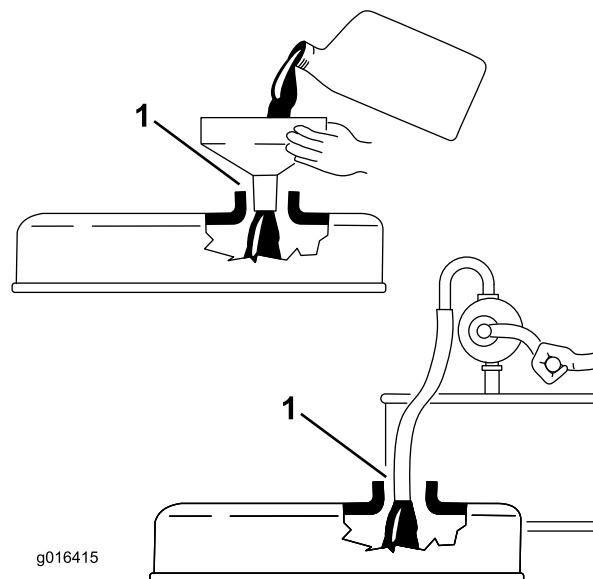

Рисунок 21
**Внимание:** При заливке масла в двигатель убедитесь в том, что шуп вынут. При доливе или заливке моторного масла **должен быть** зазор между устройством заливки масла и отверстием для заливки, как показано на Рисунок 21. Этот зазор необходим для обеспечения выхода воздуха при заливке, что предотвращает перелив масла в сапун.